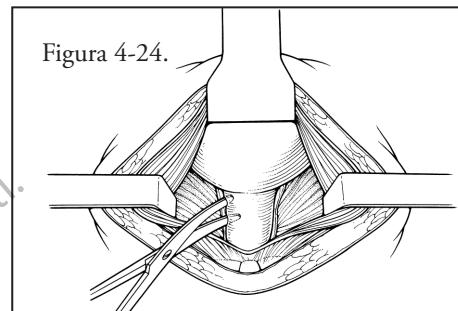

Figura 4-25.
2. Para determinar el tamaño del manguito que se necesita, mida la circunferencia de la uretra en el cuello de la vejiga con el medidor del manguito. Colóquelo en torno al cuello de la vejiga en el lugar donde vaya a implantarse el manguito. Debe ajustarse bien sin constreñir la uretra. Si se hubiera colocado un catéter en la uretra, deberá extraerlo antes de medir el cuello de la vejiga. (**Figura 4-25**)